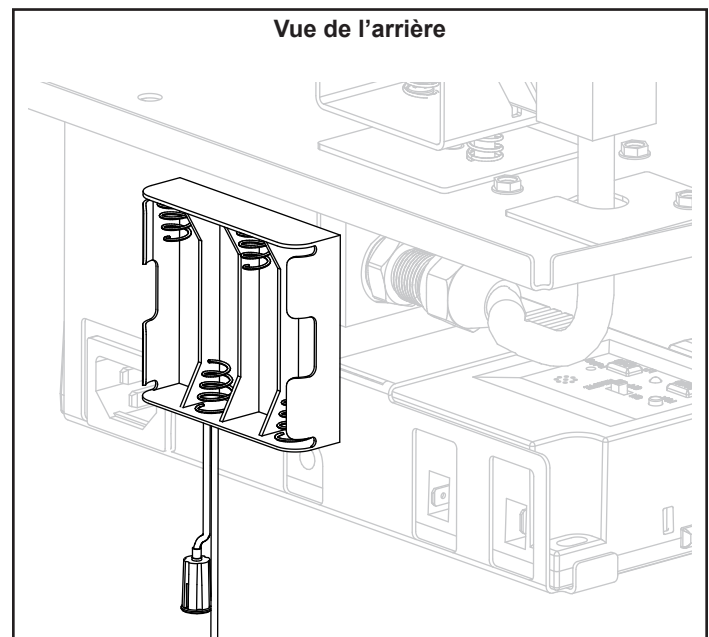

Figure 4.5 – Boîtier de piles
- Retirez les piles du bloc-piles. Replacez la façade décorative sur l'appareil (figure 4.5).